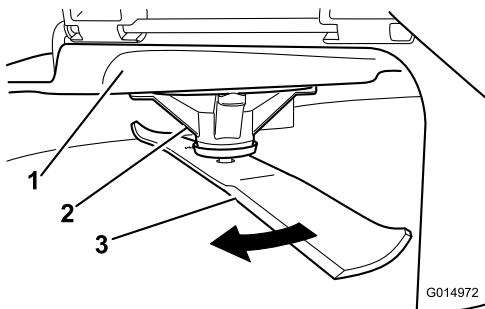

Figura 72
2. Purtați mâinile cu protecție corespunzătoare sau alte protecții adecvate pentru mâini și roți încet lama într-o poziție care vă permite să măsurați distanța dintre marginea de tăiere și suprafața uniformă pe care se află maina (Figura 72).